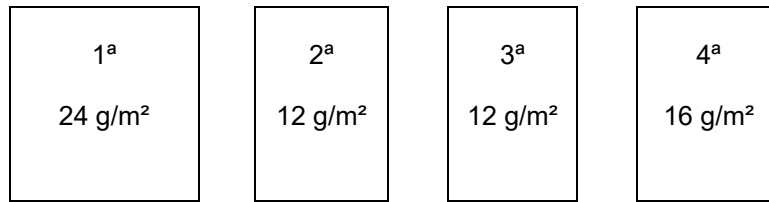

Fig. 8
- La 2ª aplicación (12 g/m²) debe calcularse en relación con la primera y puede representarse mediante el cálculo $12 \div 24 = 0,5$ o 50 % (vea la fig. 8).